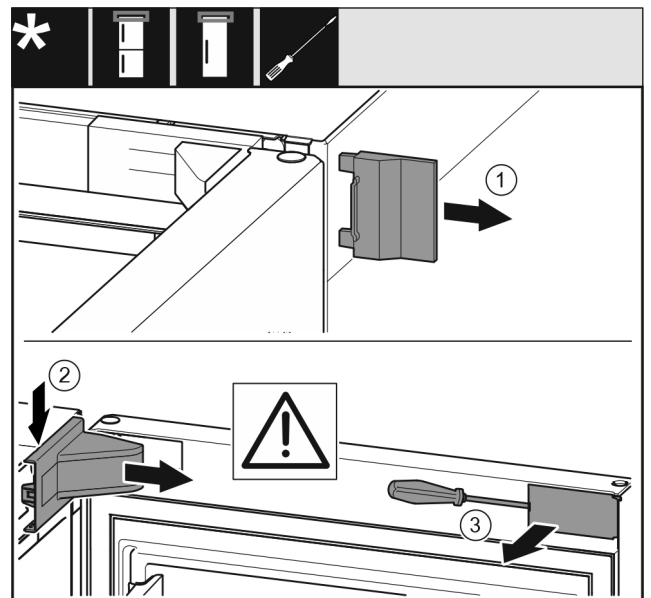

Fig. 9
- ▶ Retirar la cubierta exterior. *Fig. 9 (1)*
- ▶ Desencajar y soltar la cubierta del soporte de apoyo. Retirar la cubierta del soporte de apoyo. *Fig. 9 (2)*
- ▶ Desencajar el panel con el destornillador para tornillos de cabeza ranurada y moverlo a un costado. *Fig. 9 (3)*